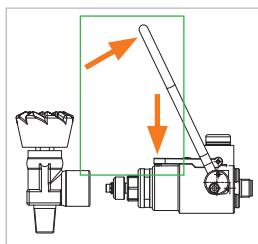

Figure 4
- Maintenez le dispositif de verrouillage (nº 8) appuyé en position inférieure et relevez ensuite l'actionnement (nº 1) vers le haut (*Figure 4*). Les mâchoires de serrage coïncident.